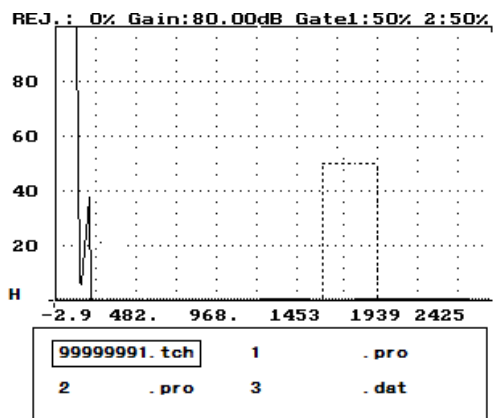

图 27-2
11、按进入键——进入文件发送功能，屏幕上将显示出所有存储在仪器内的各种文件名，并且在第一个文件名编号上有一“□”光标，如图 27-2 所示。
- 1 4、 按进入键——进入文件发送功能，屏幕上将显示出所有存储在仪器内的各种文件名，并且在第一个文件名编号上有一“□”，如图 27-2 所示。
- 1 5、 A、①、按方向键——可移动“□”光标对所列出的文件名进行选择。
②、按小数点键——在选择好要发送的文件名编号前作上“*”光标（重复按小数点键，可取消“*”光标）。
14、按 Enter 键——进入文件发送功能，屏幕上将显示出所有存储在仪器内的各种文件名，并且在第一个文件名编号上有一“□”光标，如图 27-2 所示。
15、A、①、按↑、↓、←、→方向键——可移动“□”光标对所列出的文件名进行选择。
②、按.键——在选择好要发送的文件名编号前作上“*”光标（重复按小数点键，可取消“*”光标）。